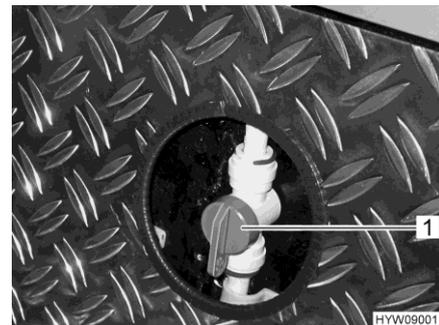

Bild 126 Vorlaufventil (Beheizung Heckgarage)
- Griff (Bild 126,1) am Vorlaufventil für die Heckgaragenheizung parallel zur Heizleitung stellen. Die Heckgaragenheizung arbeitet jetzt mit maximaler Leistung.
- Griff (Bild 126,1) am Vorlaufventil für die Heckgaragenheizung in beliebige Stellung stellen. Die Warmwasserverteilung zur Heckgarage kann auf diese Weise stufenlos eingestellt werden.
- Griff (Bild 126,1) am Vorlaufventil für die Heckgaragenheizung quer zur Heizleitung stellen. Die Heckgaragenheizung ist jetzt ausgeschaltet.